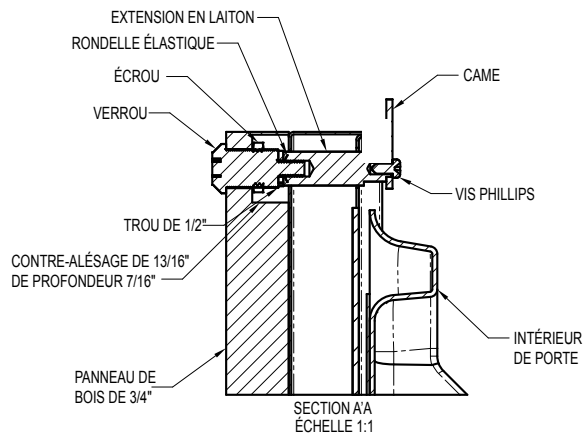

Figure 23
Deux (2) extensions de verrouillage sont fournies avec le verrou. Utilisez l'extension la plus longue pour un panneau de revêtement d'épaisseur $\frac{3}{4}$ po et la plus courte pour un panneau d'épaisseur $\frac{5}{8}$ po. Assemblez l'extension de verrouillage, une rondelle d'arrêt de came, une rondelle élastique et une vis de fixation sur le verrou comme montré aux Figures 23 et 24.